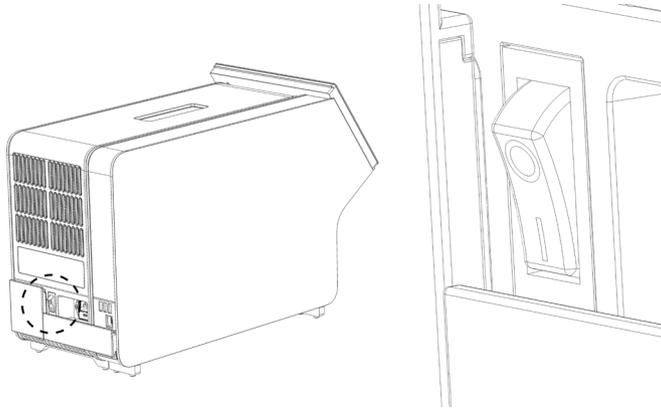

図 21. 電源スイッチの場所を探し、「I」の位置に設定。
10. 分析モジュールの背面の電源スイッチを「I」の位置に押し、本機器の電源をオンにします (図 21)。分析モジュールと操作モジュールのステータスインジケータがブルーであることを確認します。